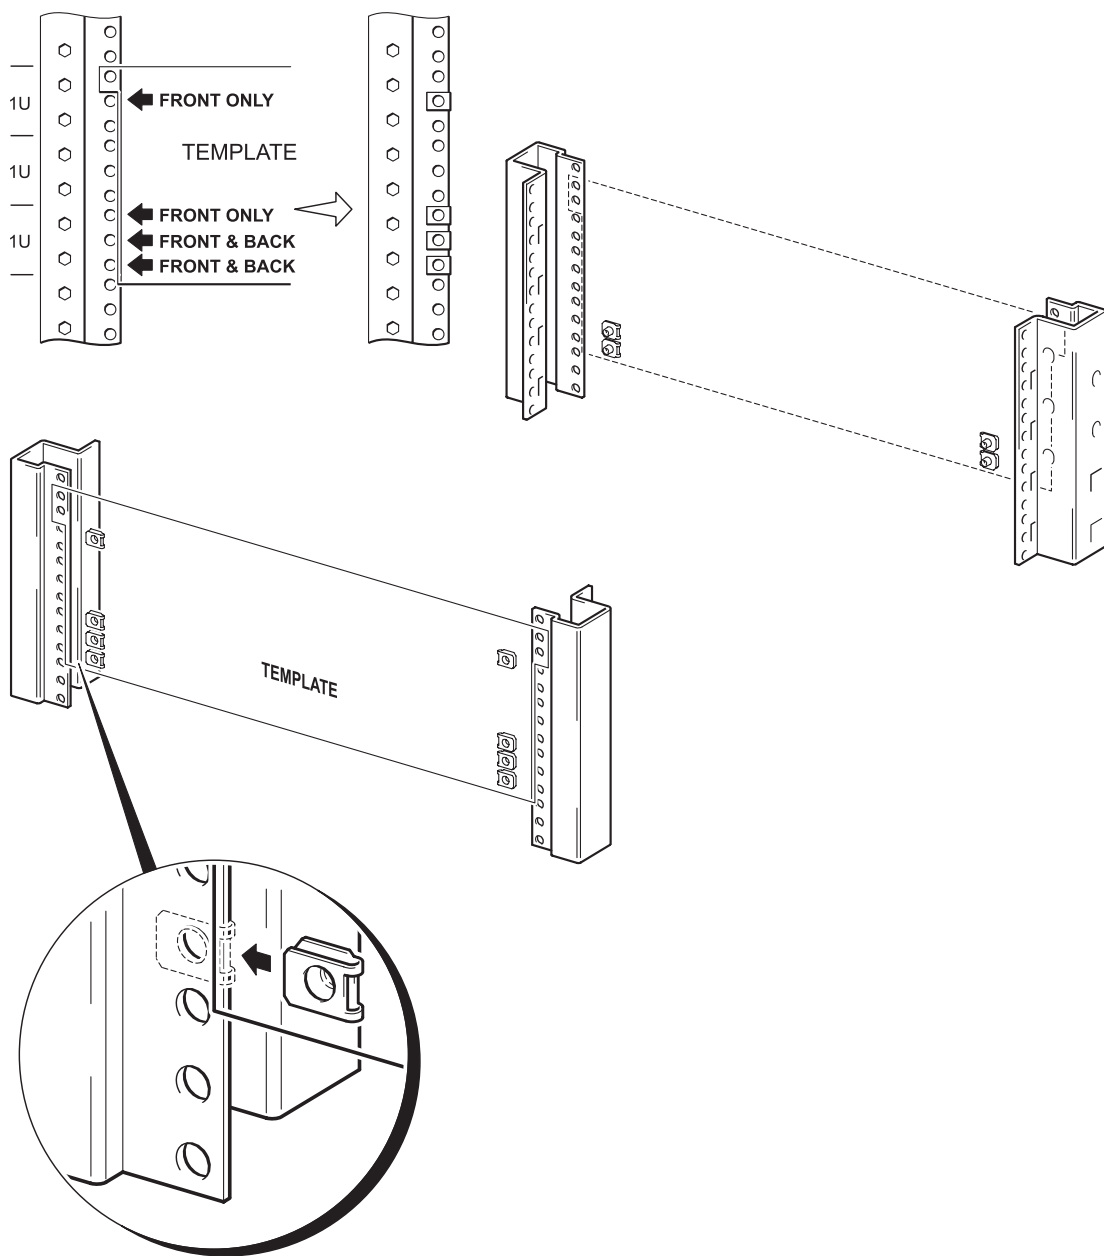

図 2a: M5 クリップ・ナットの取付け（丸穴付きラック）
- 3 図 2a に示すように、最初に 8 個のクリップ・ナット（片側 4 個ずつ）を「FRONT ONLY」または「FRONT & BACK」と記された黒矢印が指す場所に取り付けます。クリップ・ナットが所定の位置にはまるまで押し当てます。